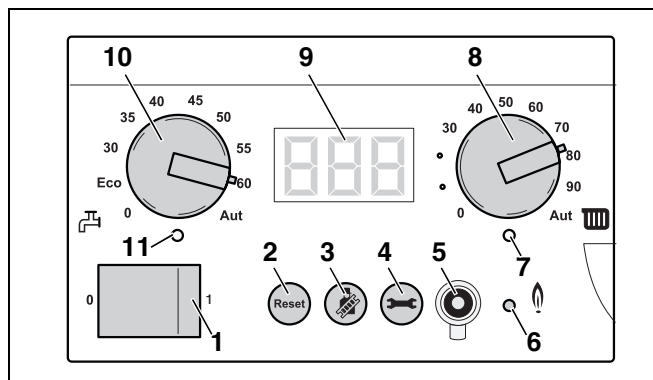

Рис. 55 Главный регулятор BC10
Пусковым выключателем (рис. 55, **поз. 1**) можно включать и выключать отопительный котел.
В случае неисправности может потребоваться повторный пуск отопительного котла с помощью кнопки "Сброс" (рис. 55, **поз. 2**).
С помощью кнопки "Трубочист" (рис. 55, поз. 3) можно установить на котле режим теста дымовых газов, сервисный и ручной режим.
В режиме "Трубочист", сервисном и ручном режиме действует максимальная температура воды в системе отопления, которая соответствует установке ручки управления "Максимальная температура воды в системе отопления" (рис. 55, поз. 8) на главном регуляторе BC10.
- Ограничьте максимальную температуру котловой воды с помощью ручки управления "максимальная температура котловой воды" (рис. 55, поз. 8) значением допустимой температуры подающей линии отопительного контура пола (обычно максимум 40 °C).
С помощью кнопки "Индикация состояния" (рис. 55, поз. 4) на дисплее могут быть отображены актуальные значения температуры котловой воды, давления установки и т.д. См. также таб. 18, "Индизируемые значения", стр. 93", таб. 19, "Индизируемые установки", стр. 94 и таб. 20, "Индизируемые коды", стр. 94.